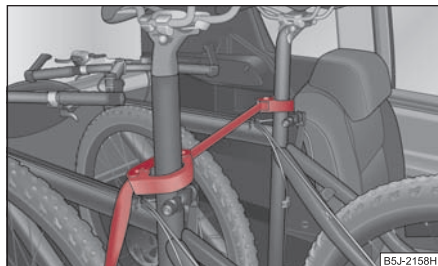

Fig. 93 Fixation des bicyclettes avec des colliers
- Mettez le collier avec la partie en caoutchouc vers l'avant (dans le sens de déplacement) le plus bas possible sur la tige de la selle et fermez le collier ⇒ fig. 93.
- Pour le transport de deux bicyclettes, serrez la sangle ⇒ fig. 93 autour des tiges des selles.